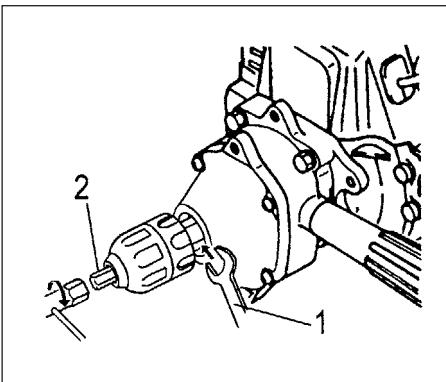

Fig. 2-7C
• Om de sleutelloze boorhouder vast of los te draaien, moet u een 19mm moersleutel (1) tussen de drijfwerkakast en de boorhouder plaatsen, om de aandrijfjas te fixeren. Plaats de vergrendelstaaf (2) uit de gereedschapstas in de boorhouder, en draai hem vervolgens met de meegeleverde moersleutel vast (met de wijzers van de klok mee) of los (tegen de wijzers van de klok in). (Fig. 2-7C)